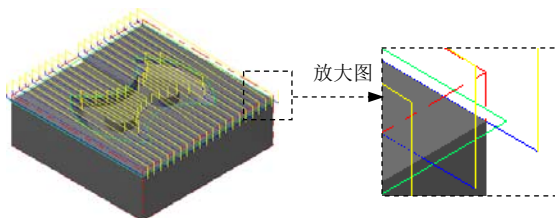

图 22.45 刀具路径
(1) 设置曲面参数。在“曲面精加工平行铣削”对话框中单击 **曲面参数** 选项卡，所有参数均采用系统默认设置值。
(2) 设置精加工平行铣削参数。在“曲面精加工平行铣削”对话框中单击 **精加工平行铣削参数** 选项卡, 然后在 **大切削间距 (M)** 文本框中输入值 15.0; 在 **切削方式** 下拉列表中选择 **单向** 选项。
(3) 单击 **间隙设置 (G)...** 按钮, 在系统弹出的“刀具路径的间隙设置”对话框的 **切线的长度** 文本框中输入值 10.0; 单击 按钮, 系统返回至“曲面精加工平行铣削”对话框。
Step5. 单击“曲面精加工平行铣削”对话框中的 按钮, 此时在图形区生成图 22.45 所示的刀具路径。